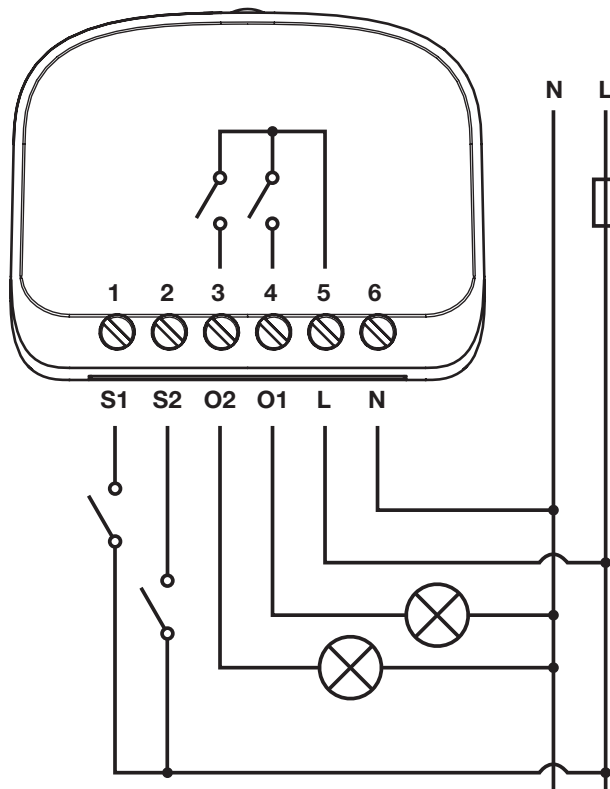

fig.1 Esquema eléctrico BiDi-Switch
1.	Mantenga pulsado el botón de programación (fig. 1).
2.	Suelte el pulsador de programación (fig. 1) cuando el LED se ilumine en color rojo (1ª posición).
2.	Suelte el pulsador de programación (fig. 1) cuando el LED se ilumine en color naranja (2ª posición).
3.	Presione el pulsador de programación (fig. 1) el número de veces correspondiente a la orden deseada 1 = salida ON 1 2 = salida OFF 1 3 = salida ON/OFF 1 4 = salida ON 2 5 = OFF salida 2), 6 = ON/OFF salida 2).
2.	Suelte el pulsador de programación (fig. 1) cuando el LED se ilumine en color verde (3ª posición).
2.	Suelte el pulsador de programación (fig. 1) cuando el LED se ilumine en color blanco (4ª posición).